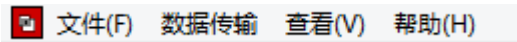

图 6-5
- **菜单栏:** 由 4 个下拉菜单项组成, 如图 6-5 所示。单击每个菜单项都会出现一个下拉菜单, 各对应一组功能。这 4 个菜单项的子菜单项包含了本软件的全部功能。当某些菜单项呈置灰状态时表示当前状态下此功能无效。